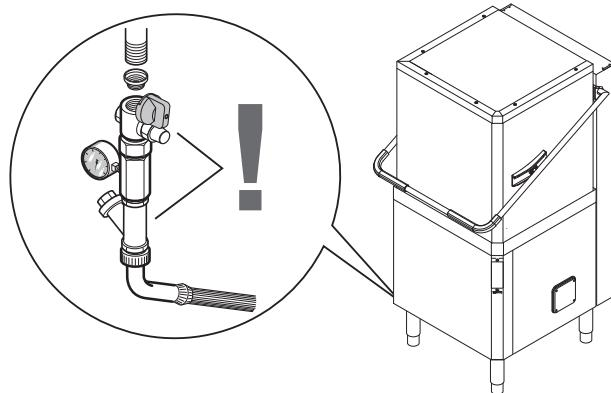

Figure 10 Raccordement tuyau alimentation
- Raccorder le tuyau d'alimentation en eau "WI" (voir le paragraphe E6.2 « Schémas d'installation ») de l'appareil au réseau hydraulique. Interposer un robinet, le filtre fourni en dotation et un manomètre (Figure 10).